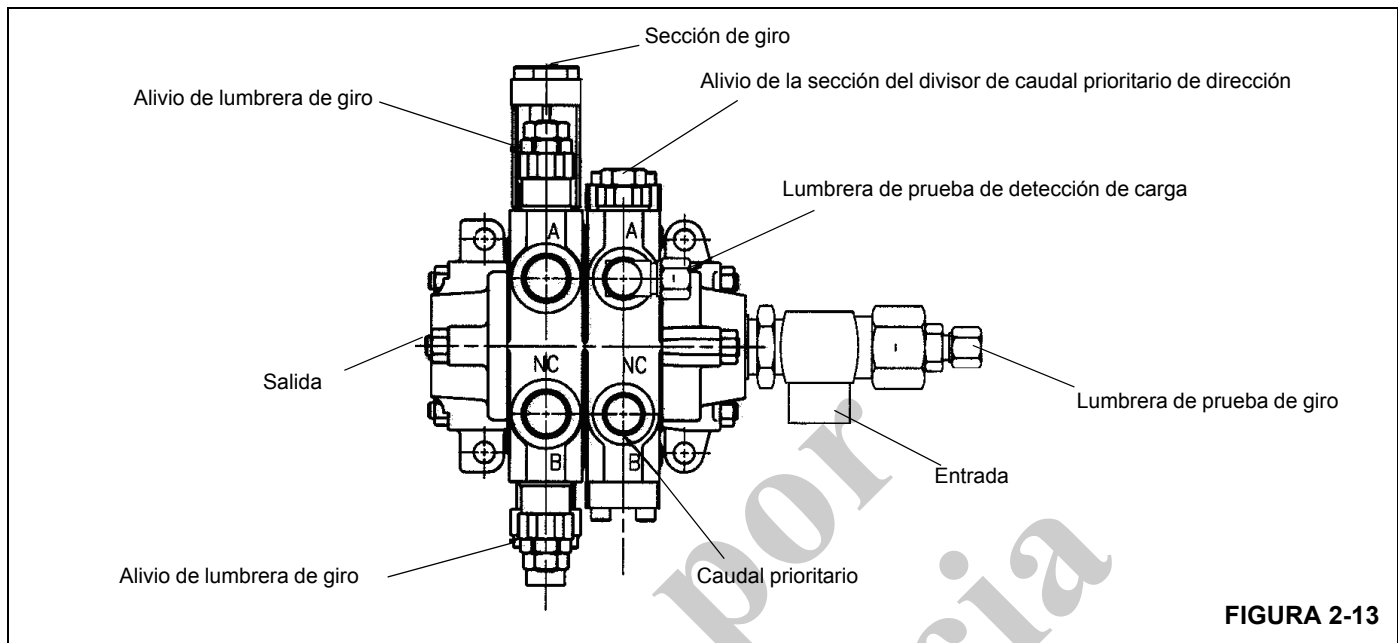

FIGURA 2-13
2. Arranque el motor y acélerelo hasta una aceleración máxima de 1000 rpm. Gire el volante de la dirección hasta la posición de tope y ajuste la presión de la válvula de alivio de la sección del divisor de caudal prioritario de dirección a 17.2 ± 0.4 MPa (2500 psi ± 50 psi) (Figura 2-13).
2. Con el freno de giro aplicado y el motor en marcha a aceleración máxima, gire la pluma hacia la izquierda y ajuste la presión de alivio de giro en la lumbrera "A" a 12.1 ± 0.4 MPa (1750 ± 50 psi) (Figura 2-13).
3. Con el freno de giro aplicado y el motor en marcha a aceleración máxima, gire la pluma hacia la derecha y ajuste la presión de alivio de giro en la lumbrera "B" a 12.1 ± 0.4 MPa (1750 ± 50 psi) (Figura 2-13).